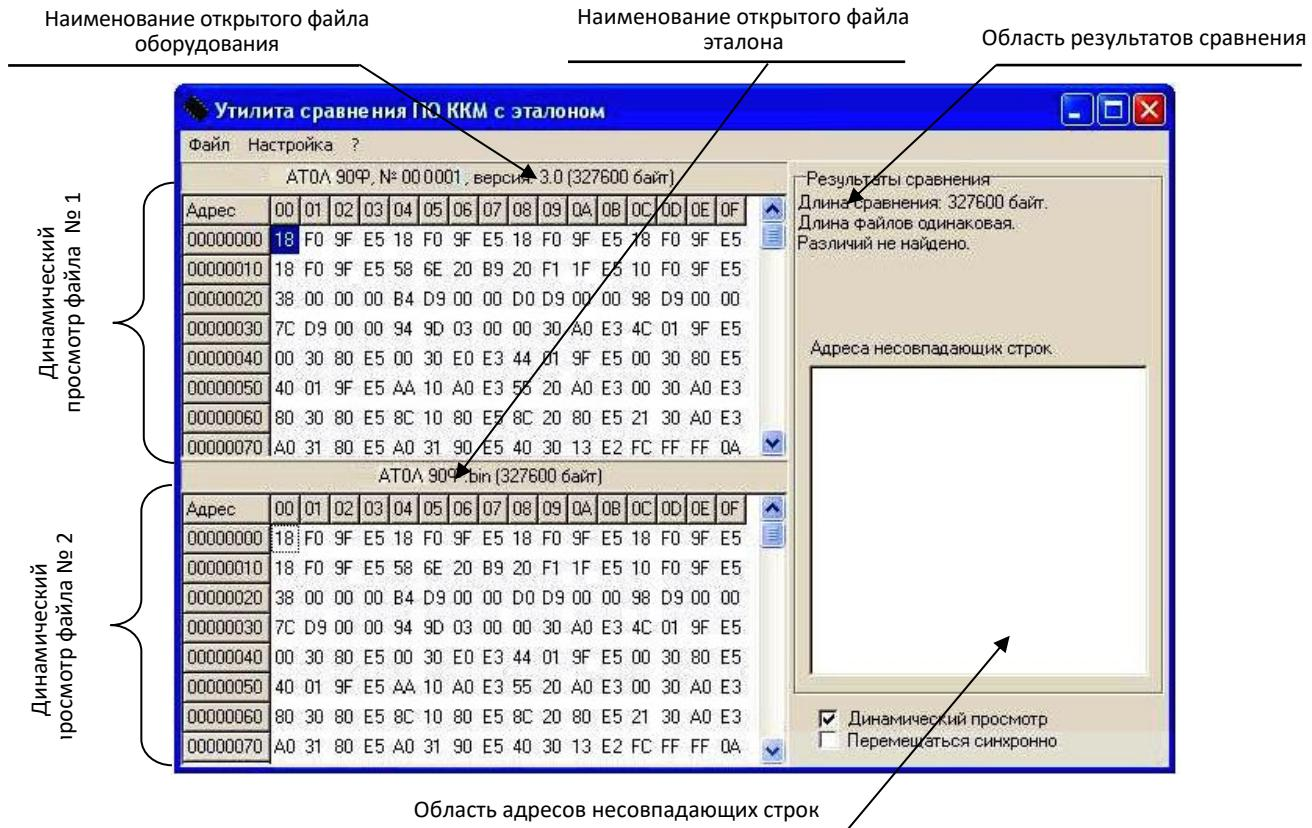

Рисунок 38. Окно утилиты Comparer.exe (открыто содержимое файлов эталона и считанного с ККТ)
3. Запустить на ПК утилиту сравнения **Comparer.exe** (смотри рисунок 38), которая предоставляется технической поддержкой компании АТОЛ.